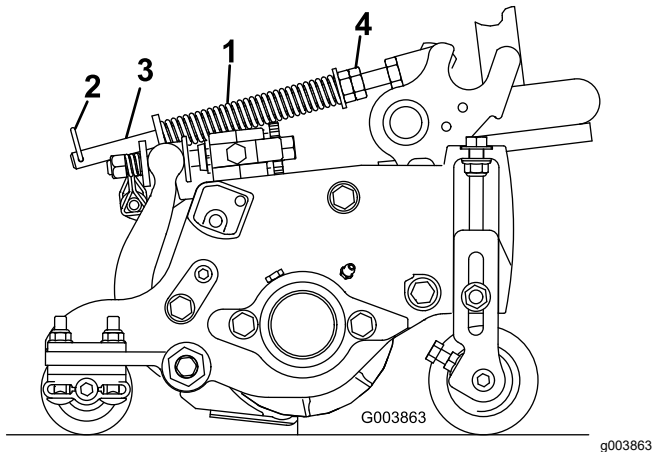

Bild 21
Die Rasenkompensierungsfeder (Bild 21) verlagert das Gewicht von der Front- zur Heckrolle. Dies reduziert ein Bobbing genanntes Wellenmuster auf der Grünfläche.
1. Stellen Sie sicher, dass der Splint in das hintere Loch in der Federstange eingesetzt ist (Bild 21).
2. Ziehen Sie die Sechskantmuttern vorne an der Federstange an, bis die komprimierte Länge der Feder 15,9 cm beträgt, siehe Bild 21.